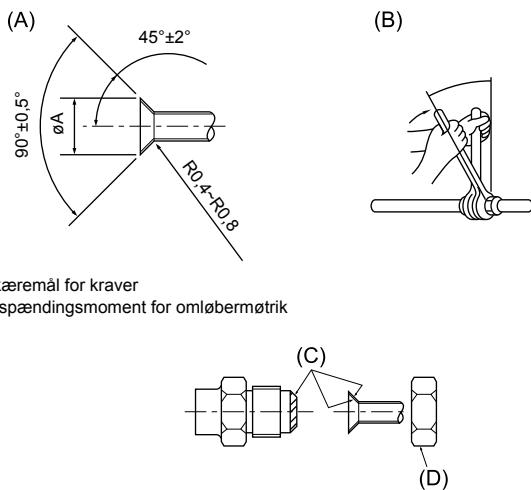

Fig. 4-1
### 4.2. Forbindelsesrør (Fig. 4-1)
(A) (Fig. 4-1)
(B) (Fig. 4-1)